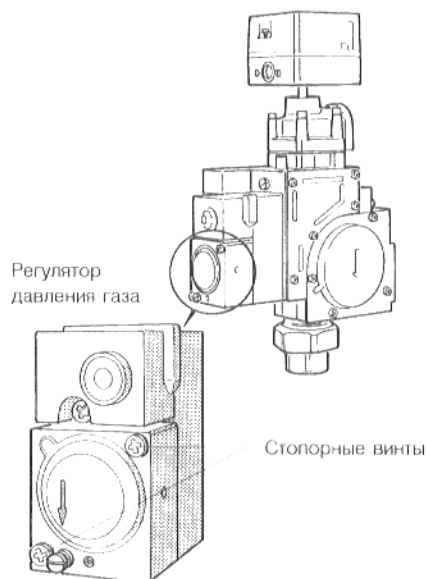

Рис. 30. Регулятор давления газа у "Honeywell" VR 4905
- ✦ Произвести демонтаж регулятора давления газа, ослабив два крепежных винта (рис. 30).